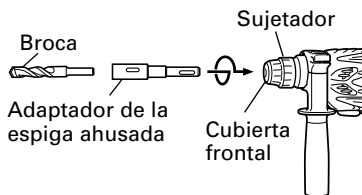
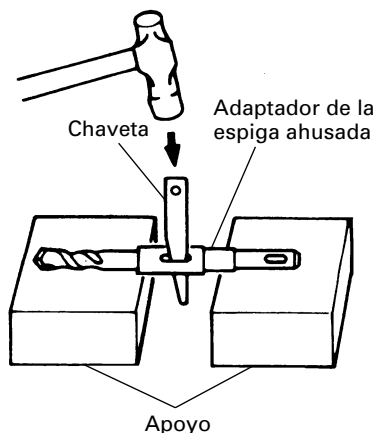

Fig. 19
Fig. 20
- (1) Montar el adaptador de la espiga ahusada en el martillo perforador (Fig. 19).
- (2) Montar la broca (espiga ahusada) en el adaptador de la espiga ahusada (Fig. 19).
- (3) Poner el interruptor en la posición de ON (encendido), y taladrar un agujero de la profundidad especificada.
- (4) Para quitar la broca (espiga ahusada), insertar la chaveta en la ranura del adaptador de la espiga ahusada y golpear la cabeza de la chaveta con un martillo. Usar apoyos como se muestra en la Fig. 20.